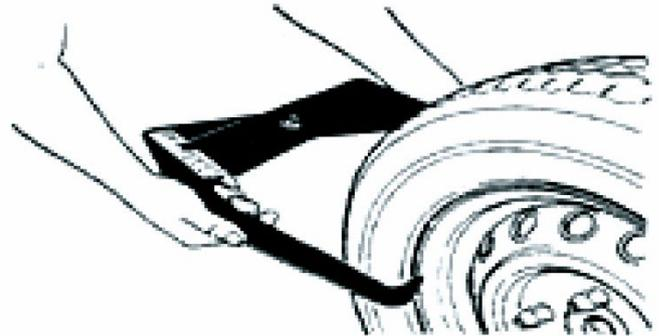

Abb.2
- \* Einstellen des "b"-Wertes: Lesen Sie den Durchmesser welche auf dem Rad angegeben ist ab oder benutzen Sie hierzu die Breitenmesslehre (wie in Abb.2 angezeigt), danach den Wert mittels der Tasten  bzw.  eingeben.